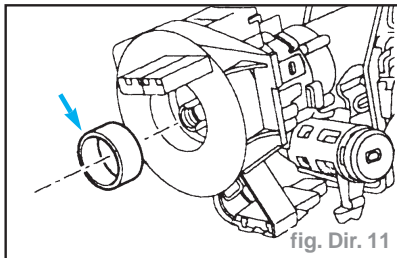

fig. Dir. 11
- Déposer la bague de tolérance (fig. Dir. 11).